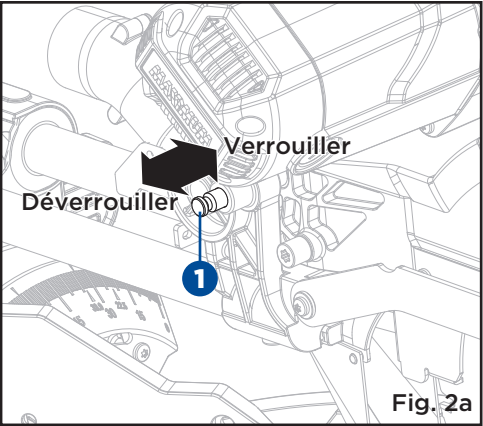

Fig. 2a
**DÉVERROUILLAGE ET VERROUILLAGE DE LA TÊTE DE SCIE (FIG. 2a-2b)**
- Saisissez fermement la poignée à interrupteur et appliquez une pression vers le bas tout en tirant sur la goupille de verrouillage de la tête (1).